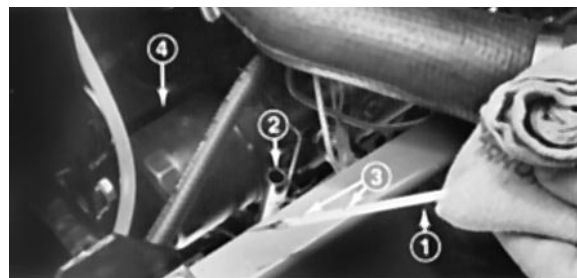
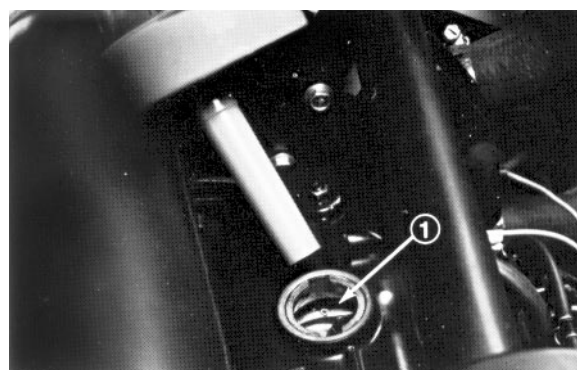

Fig. 1
Fig. 2
3. Ta ut peilepinne og tørk av med en ren klut (fig. 1). Stikk peilepinne ned i røret, pass på at den stikkes helt ned. Ta peilepinne ut igjen og undersøk oljenivået. Hvis det er lavt, må du ta av påfyllingslokket (fig. 2) og etterfylle til det kommer opp til øverste merke på peilepinne (fig. 1). **FYLL IKKE FOR MYE PÅ.**